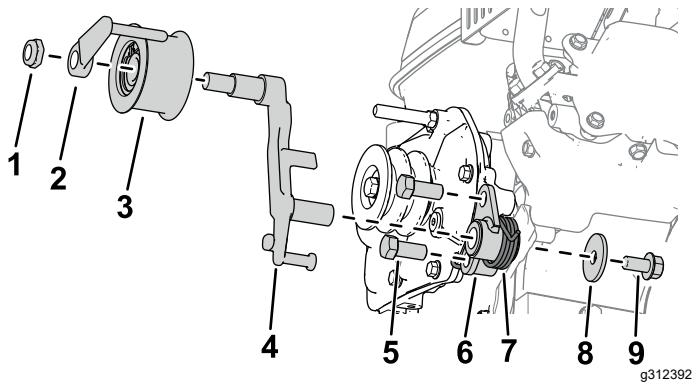

Figura 3
5. Instale el soporte del embrague en la caja de engranajes con 2 pernos (7/16" x 1"), como se muestra en la Figura 3.
6. Instale la palanca del embrague en el soporte del embrague (Figura 3).
7. Instale el muelle de torsión en el soporte del embrague con una arandela (5/8" x 1 1/8") y un perno (5/8" x 3/4"), como se muestra en la Figura 3.
8. Instale el conjunto de la polea tensora en la palanca del embrague con una guía de correa y una tuerca hexagonal (Figura 3).